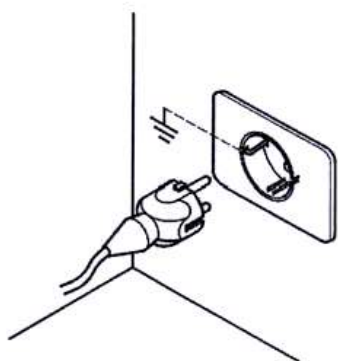

Рисунок 12.
- Подключить отопительную установку к заземленной розетке. (Рисунок 12),